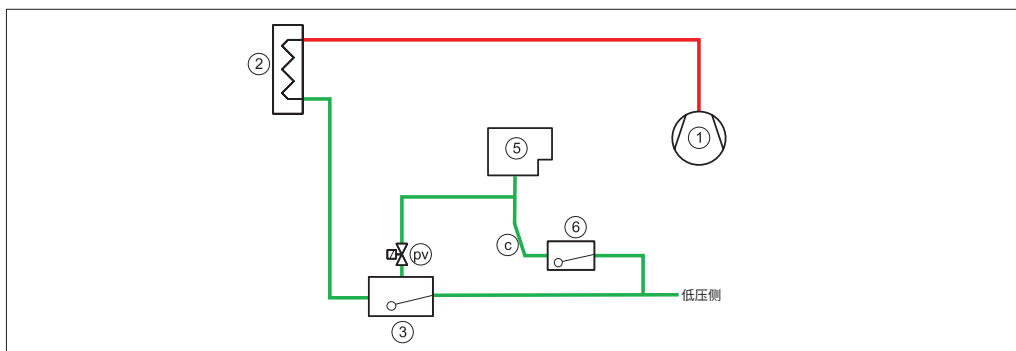

图8 空气分离器的连接 (pv)。排放配管 (c) 必须垂直布置或呈下斜坡布置
对于带有高压液位控制装置的系统，空气将集聚在浮球阀 (3) 中。(参见图 8)。